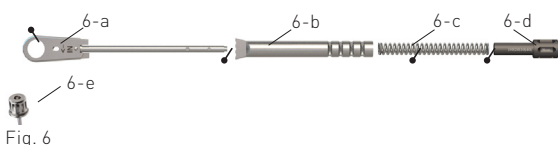

Fig. 6
- 2.1.1 Retirer l'instrument de vissage manuel / à clé (Fig 6) de la tête à cliquet (Fig 6-a).
- 2.1.2 Dévisser entièrement la vis de réglage (Fig 6-d) hors du manche de la clé (Fig 6-b).
- 2.1.3 Retirer entièrement le manche (Fig 6-b) de la tête à cliquet (Fig 6-a) et extraire le ressort (Fig 6-c).
- 2.2.2 Assembler le manche de la clé à cliquet (Fig 6-b) et la tête à cliquet en l'emboîtant sur la tige filetée.
- 2.2.3 Glisser le ressort (Fig 6-c) dans le manche de la clé à cliquet (Fig 6-b).
- 2.2.4 Visser la vis de réglage (Fig 6-d) dans le manche de la clé à cliquet (Fig 6-b) jusqu'à ressentir une résistance du ressort.
- 2.2.5 Insérer l'instrument manuel / pour clé sélectionné (Fig 6-e) dans la tête à cliquet (Fig 6-a).